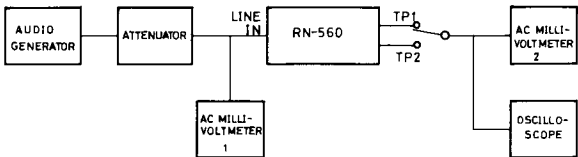

Fig. 2
1. Brancher les instruments de mesure comme illustré Fig. 2.